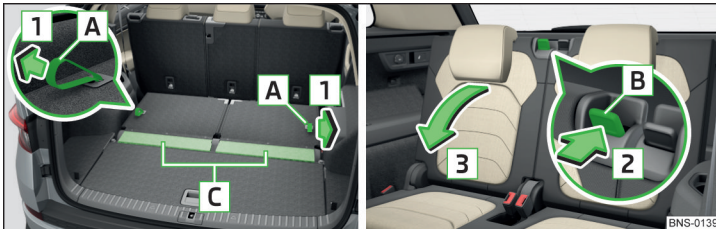

Abb. 79 Sitzlehnen hochklappen/herunterklappen
- Zum **Hochklappen** an der Öse **A** in Pfeilrichtung **1** ziehen » Abb. 79. Die Sitzlehne muss nach dem Hochklappen hörbar einrasten.